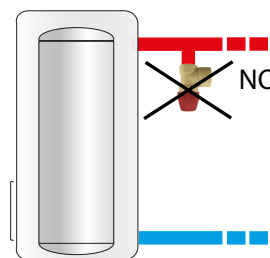

Fig. 1
- Installez la soupape en position verticale ou horizontale, mais pas à l'envers, pour éviter que la déposition éventuelle d'impuretés qui pourrait en affecter son bon fonctionnement (fig.1).